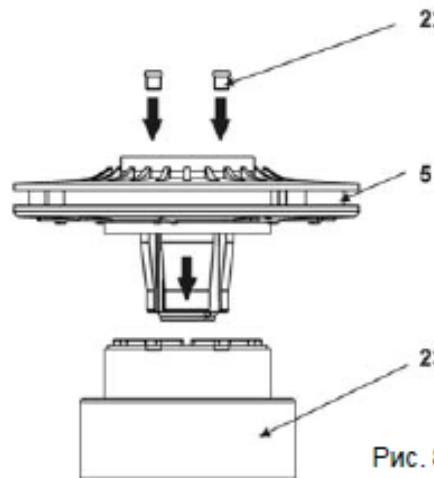

Рис. 8.3.2 E
- Перед установкой совместите 4 радиальных желобка на крыльчатке (Рис. 8.3.2 E, Поз. 5) с внутренней стороной полумуфты.